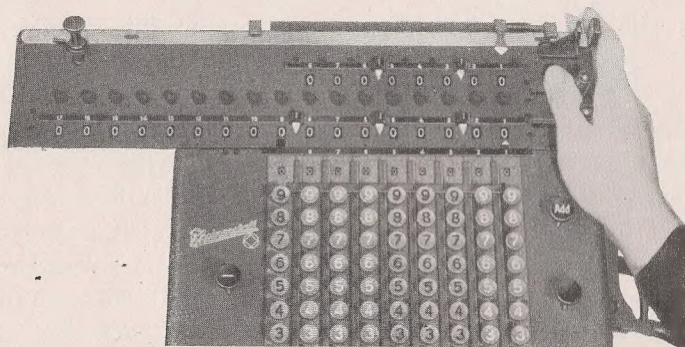
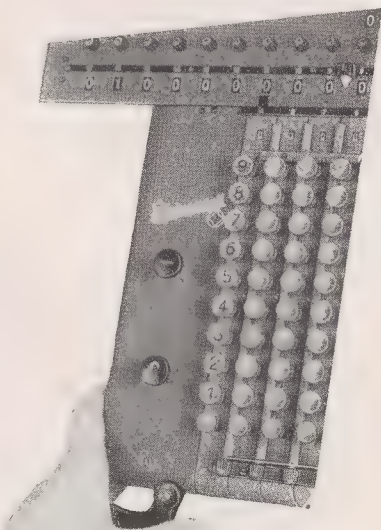

Abbildung 2
Abbildung 3
Löschriff (Bild 2) gleich das Verschieben der Zählwerke mittels des Griffes (17) in die Grund- oder Divisionsstellung erfolgen. Der vor der Maschine angebrachte Sterngriff (19) dient in der Hauptsache dazu, das Umdrehungszählwerk (14) bei einem Rechenvorgang schnell von Stelle zu Stelle zu bewegen. Zweckmäßig legt man dabei die linke Hand an die Maschinenseite, während der Daumen bei Linksbewegung oben und bei Rechtsbewegung unten am Arm des Sterngriffes zieht (Abb. 3).
Maschine in Grundstellung bringen. (Siehe Abb. 2). Man überzeuge sich, ob alle Werke auf Null stehen. Wie bei einer Addition auf dem Papier ist auch hier genau zu beachten, daß Einer unter Einer, Zehner unter Zehner usw. eingetastet, also stets gleichnamige Werte addiert werden. Die Add.-Taste (5) wird niedergedrückt und eingetastet.